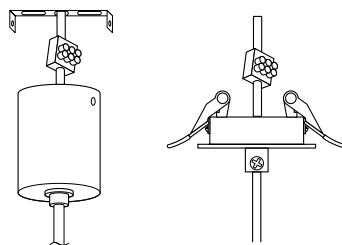

Рис. 4. Установка потолочной чаши для светильника, не имеющего блока питания внутри установочной чаши
- Отсоедините питающий кабель светильника от клеммной колодки (рис. 4).